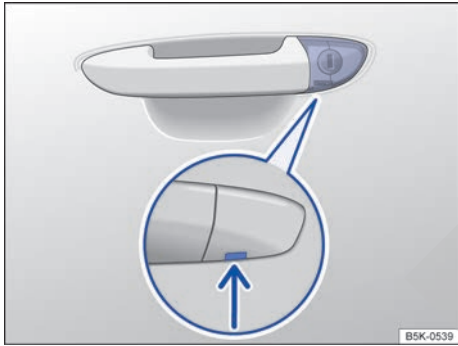

Fig. 198 Manilla de la puerta del conductor: bombín de la cerradura cubierto.
- Introduzca el paletón de la llave por abajo en la abertura existente en la caperuza de la manilla de la puerta del conductor ⇒ fig. 198 (flecha) y levante la caperuza de abajo hacia arriba. Al hacerlo, tire de la manilla.